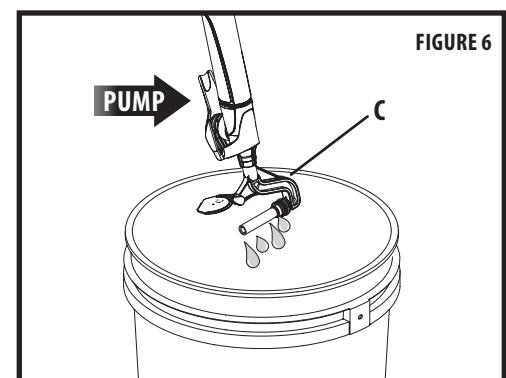

FIGURE 6
6. With the roller arm assembly (c) pointed into a waste container, repeatedly pump the trigger to flush the mineral spirits through the trigger housing and roller arm (figure 6). Refill and repeat a minimum of 2-3 times.
6. En orientant l'ensemble du bras du rouleau (c) vers un récipient à déchets, appuyez sur la détente à plusieurs reprises pour faire passer l'essence minérale à travers le boîtier de la détente et le bras du rouleau (figure 6). Remplissez à nouveau le tube et répétez cette étape au moins deux ou trois fois.